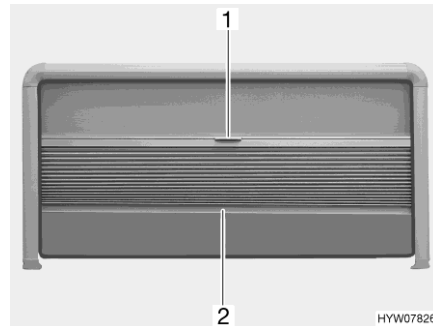

Fig. 27 Estor plegable y mosquitera enrollable (ventana abatible)
*Cerrar:* ■ Cogér el estor plegable por el centro de la tablilla final (Fig. 27,2) y tirar con cuidado hacia abajo.
*Abrir:* ■ Sujetar la tablilla final (Fig. 27,2) del estor plegable por el centro y empujar el estor plegable cuidadosamente hacia arriba.
*Cerrar:* ■ Tirar hacia abajo la mosquitera enrollable (Fig. 27,1) mediante el tirador.
*Abrir:* ■ Empujar completamente hacia arriba la mosquitera enrollable (Fig. 27,1) mediante el tirador.